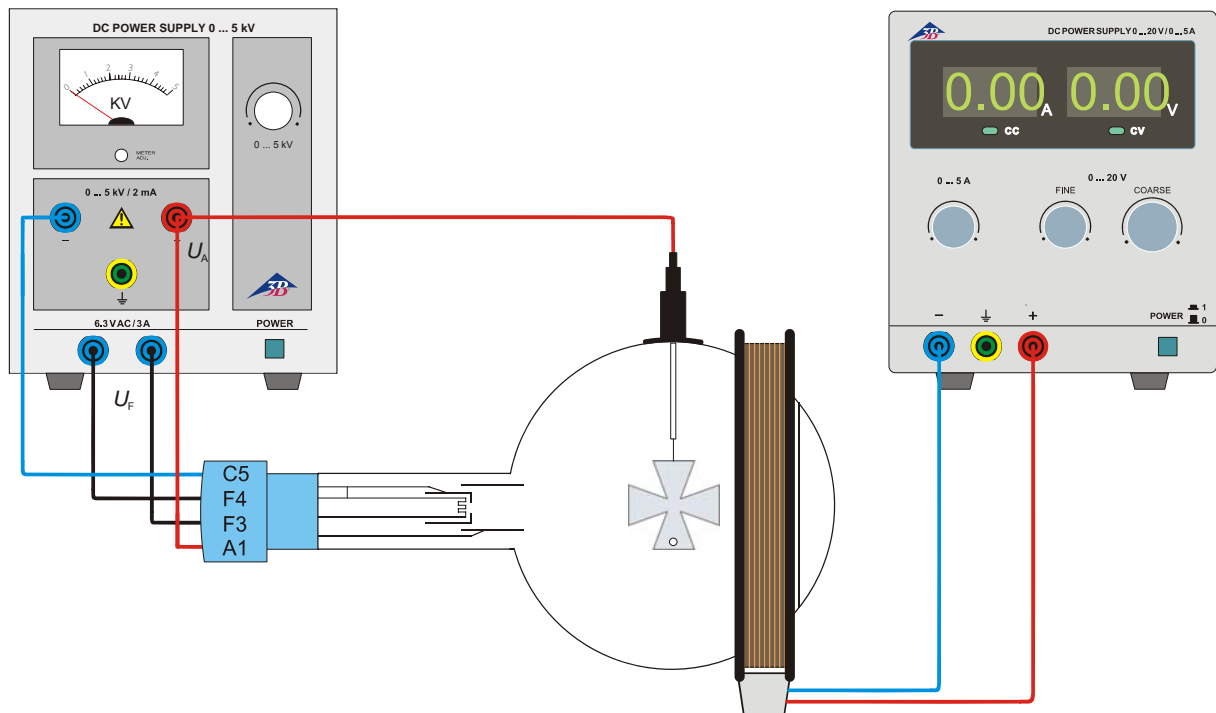

Fig.2 Introduction à l'optique électronique
- Procédez au câblage du tube comme le montre la fig. 2.